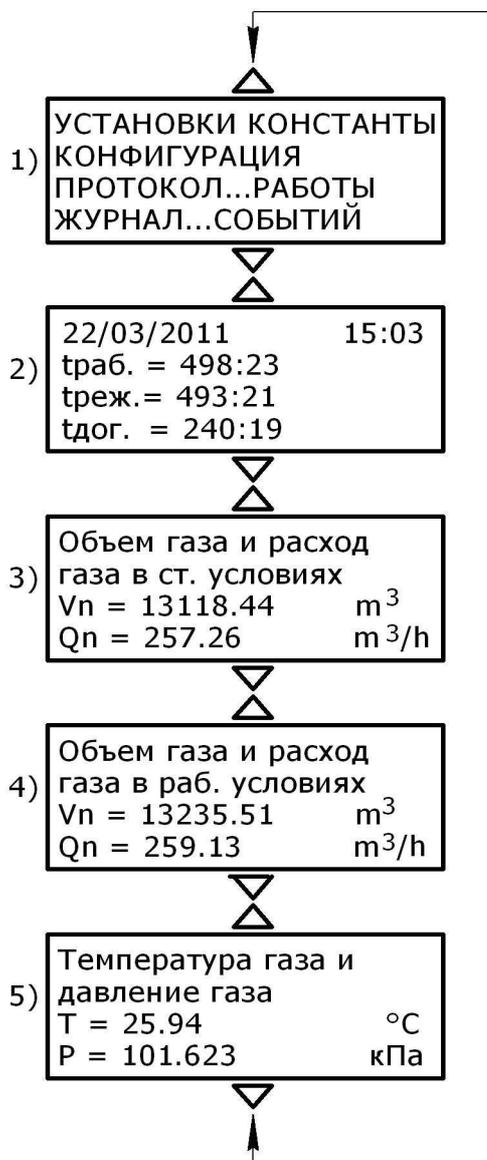

Рисунок 1
Вся информация о работе вычислителя организована в виде системы сообщений и меню, отображаемых на дисплее вычислителя. Просмотр сообщений осуществляется клавишами «▲» (вверх) и «▼» (вниз), для входа в меню используется клавиша «Е» (вход). Клавиша «R» (возврат) используется для выхода из меню, а также для перехода к индикации текущей даты и времени (поз. 2 рисунок 1). На рисунке 1 показана схема переходов между сообщениями счетчика газа.
Все сообщения (рисунок 1) состоят из пяти основных частей:
- меню (поз. 1 рисунок 1);
- текущая дата и время работы счетчика (поз. 2 рисунок 1);
- накопленный объем газа за текущий отчетный период и расход газа в СУ (поз. 3 рисунок 1);
- накопленный объем газа за текущий отчетный период и расход газа в рабочих условиях (поз. 4 рисунок 1);
- текущие данные температуры и давления газа в газопроводе (поз. 5 рисунок 1).
Текущая дата и время (поз. 2 рисунок 1) являются первым сообщением, которое появляется на дисплее после тестирования вычислителя при включении питания. Данное сообщение можно получить последовательным нажатием клавиши «**R**», находясь в любом меню и при индикации любого сообщения.
Объем газа в СУ (поз. 3 рисунок 1) индицируется с начала отчетного периода. Объем и расход газа, приведенные к СУ, индицируются с символом «**n (Vn, Qn)**».
Объем газа в рабочих условиях (поз.4 рисунок 1) индицируется с начала отчетного периода. По достижении даты отчетного периода накопленный объем газа записывается в месячный архив, а индицируемое на дисплее значение объема обнуляется. Дату отчетного периода можно изменить в меню «УСТАНОВКИ».
Расход газа в рабочих условиях (поз.4 рисунок 1) индицируется по данным датчика МД. При выходе расхода газа за пределы  $Q_{min}$ ,  $Q_{max}$  значение расхода будет индицироваться в мигающем режиме и будет установлен признак аварийной ситуации в журнале событий «нарушение диапазона расхода газа **Q**» (см. 2.3.5) .
Температура газа (поз. 5 рисунок 1) индицируется по данным датчика МД. При выходе температуры газа за пределы  $T_{\min}$ ,  $T_{\max}$  значение температуры будет индицироваться в мигающем режиме и будет установлен признак аварийной ситуации в журнале событий «нарушение температурного диапазона  $T$ » (см.2.3.5).
Давление газа (поз.5 рисунок 1) индицируется по данным датчика МД. При выходе давления газа за пределы  $P_{\min}$ ,  $P_{\max}$  значение давления будет индицироваться в мигающем режиме и будет установлен признак аварийной ситуации в журнале событий «нарушение диапазона давления  $P$ » (см.2.3.5). При помощи клавиш «◀», «▶» можно индицировать на дисплее значение давления датчика МД в кРа, либо значение давления датчика МД в сумме со значением константы атмосферного давления ( $P_{\text{bar}}$ ) в МРа.
Сервисные функции вычислителя включают в себя просмотр констант датчика МД, изменение параметров выбранного газа, задание метрологических констант в соответствии с измеряемой средой и типоразмером датчика МД, выбор требуемых параметров работы вычислителя, получение протокола работы счетчика, просмотр аварийных ситуаций. Управление сервисными функциями осуществляется с помощью системы меню: «УСТАНОВКИ», «КОНСТАНТЫ», «КОНФИГУРАЦИЯ», «ПРОТОКОЛ РАБОТЫ», «ЖУРНАЛ СОБЫТИЙ» (поз. 1 рисунок 1).